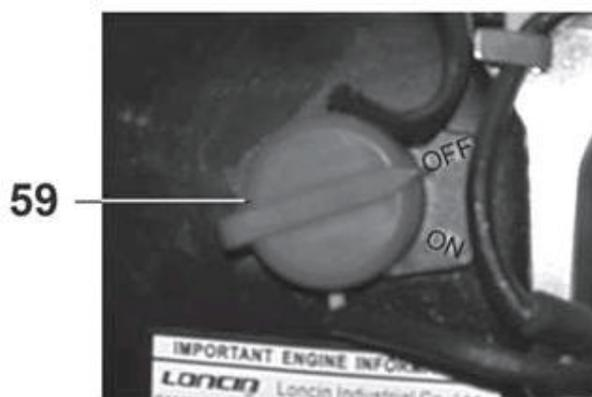

рис.24
8.2. Остановка двигателя (рис. 24).